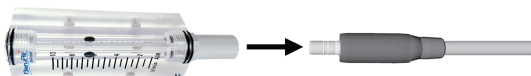

FIG. 5
4. Placer flowmeteret på næseudstyret, aktiver derefter køleluften, og mål luftflowet. Værdien måles i midten af flowmeterets kugle i henhold til standard JIS B7551 (FIG. 5).